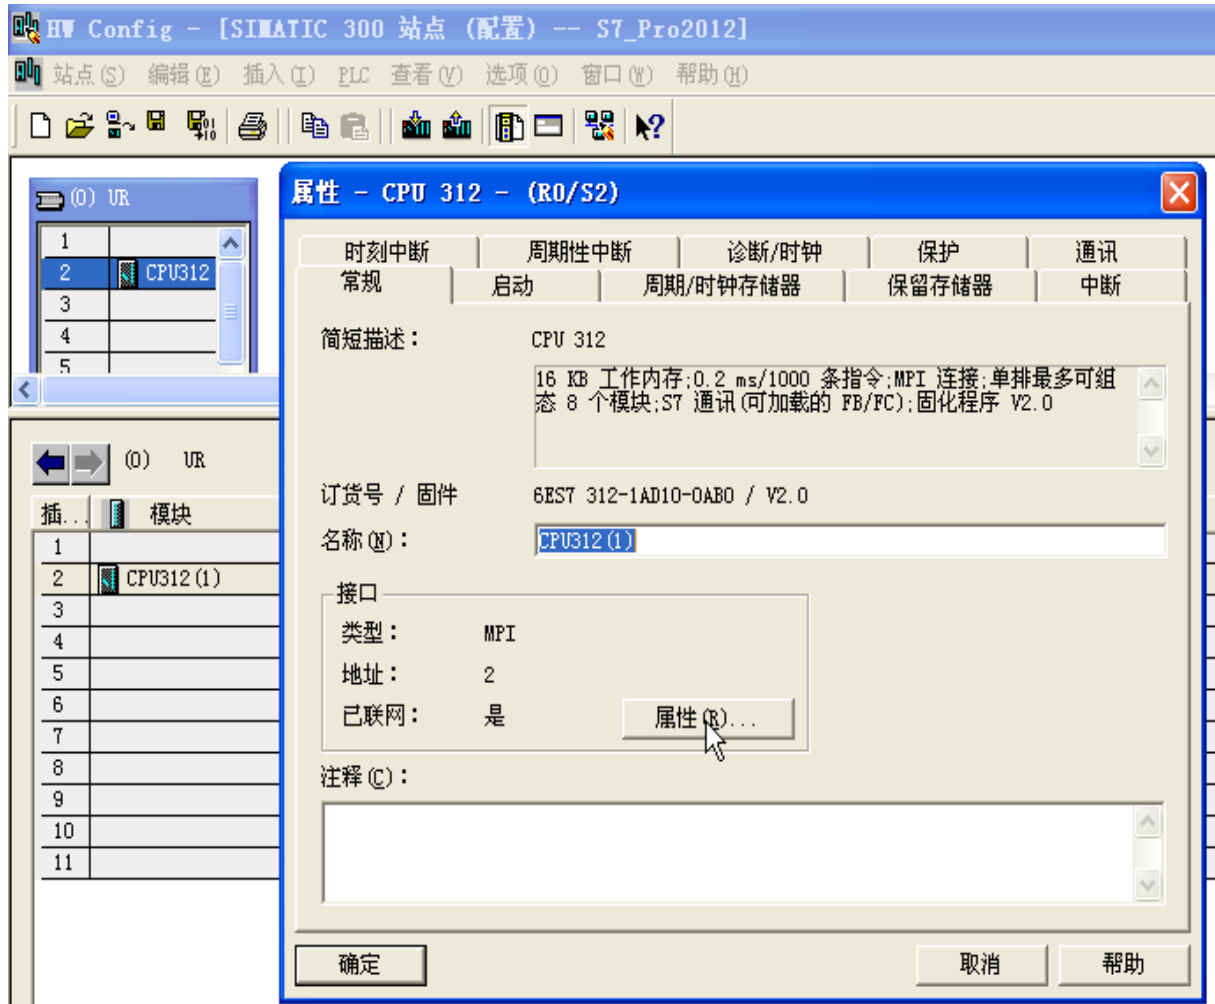

图5 硬件 通讯端口设定
(2) S7-300 PLC 通讯参数设置：在 SIMATIC Manager 软件里，SIMATIC 300 站点——硬件, 常规-属性，对 PLC 通讯参数进行设置, 只需设定波特率、地址即可，如设置为：187.5 Kbps, 2。如图 4、图 5 所示：